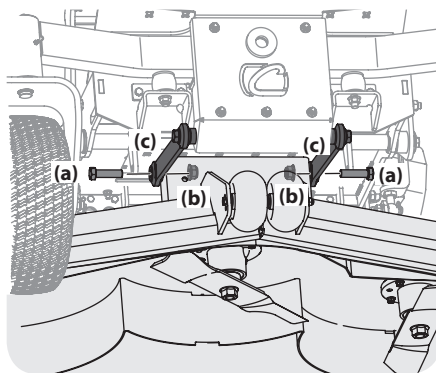

Figure 4-17
5. Retirez les boulons hexagonaux (a) et les écrous autobloquants à bride (b) qui fixent les tiges de commande (c) au plateau de coupe. Voir Figure 4-17.